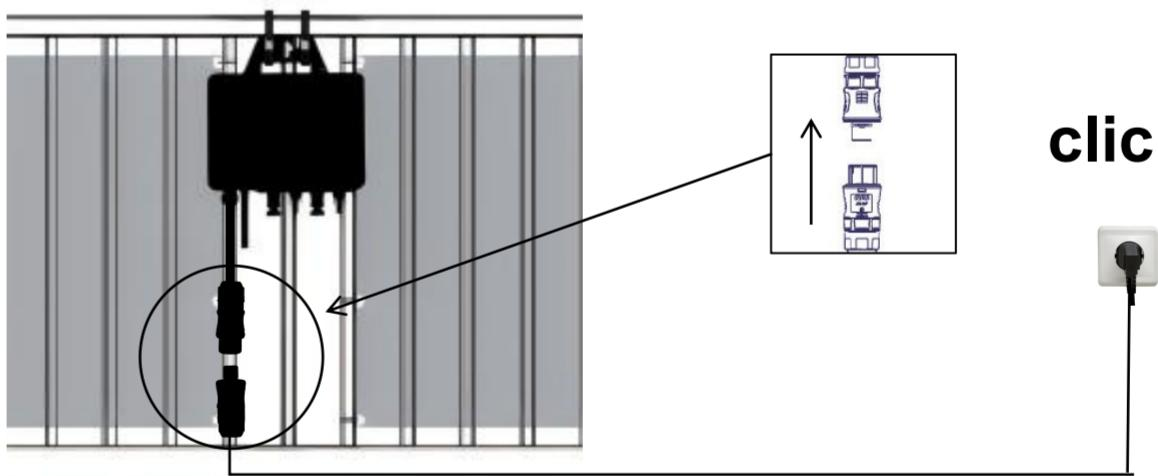

Figura 1
- Per evitare un consumo energetico aggiuntivo dall'alimentazione notturna della macchina, il microinverter riceve energia dal pannello invece che dalla rete. Se i pannelli flessibili collegati in serie ricevono sufficiente luce solare, il LED della macchina nell'angolo in basso a sinistra lampeggerà in rosso dopo che le linee CC sono state collegate alla macchina (Figura 1). Se il LED non lampeggia, potrebbe essere che la luce solare sui pannelli non sia sufficiente. In questo caso, prova a spostare i pannelli flessibili in un'altra posizione con più luce solare.